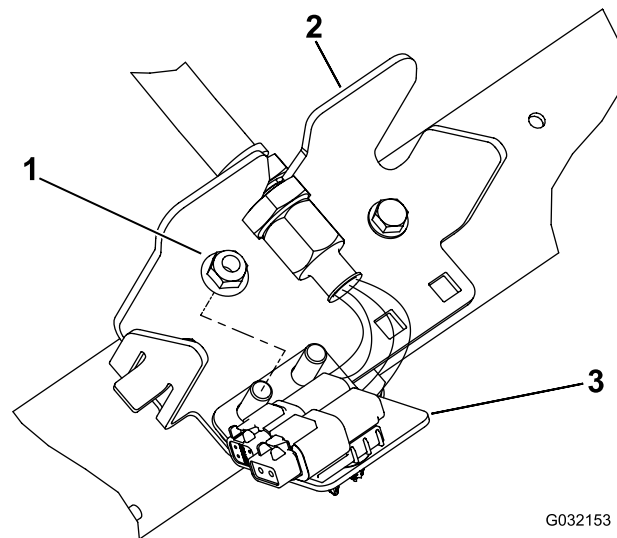

**Figura 12**
6. Repita o procedimento nos restantes 4 locais do anteparo como se mostra da Figura 12 a Figura 15.